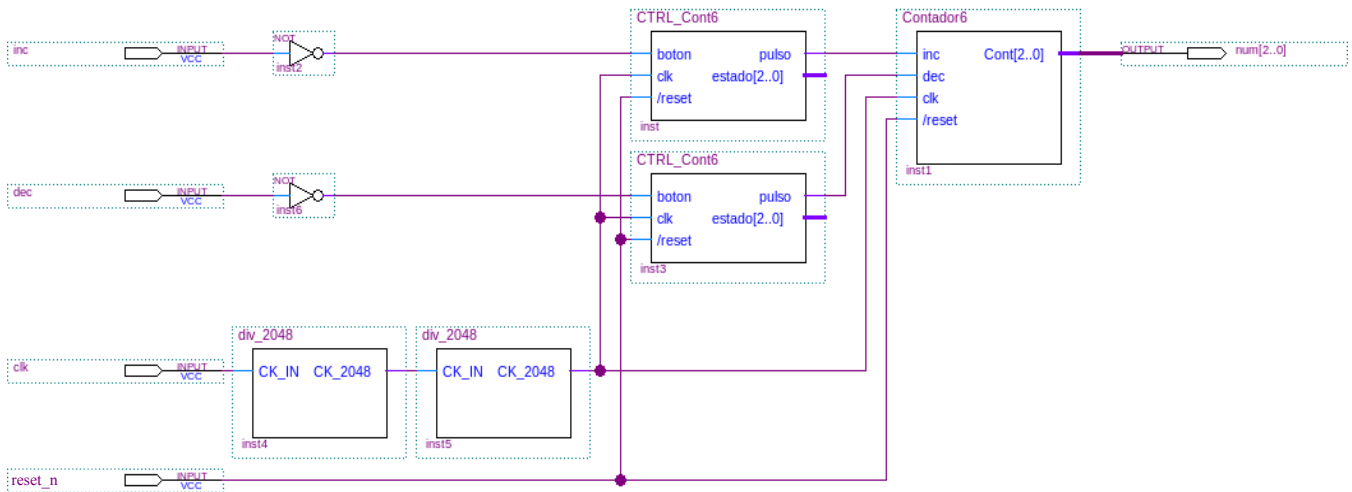

Figura 5. Bloque CTRL_INCDEC.
- Crear el bloque **CTRL_INCDEC** con el circuito de la figura 5.
- Simulaciones del circuito de la figura 5 sin los divisores de frecuencia.